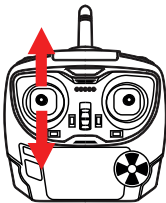

Figure 1: Appairage
- 2. Appairage:** Allumer la radiocommande. Celle-ci émettra une alerte sonore (bip) indiquant la recherche de fréquence, son indicateur lumineux commencera à clignoter (rouge). Pousser le joystick de gauche vers le haut puis vers le bas afin de connecter/pairer la radiocommande au drone (Figure 1)